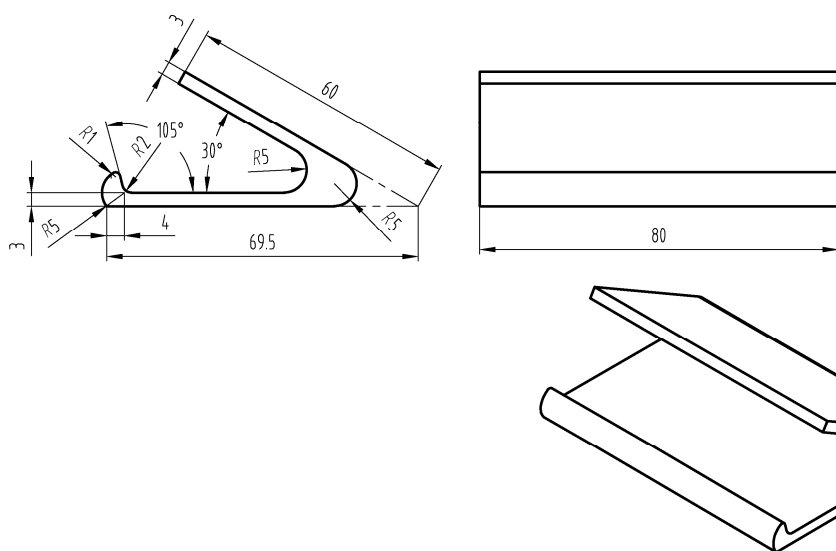

图 3-1-20 手机支架零件图
4. 根据所给手机支架零件图, 如图 3-1-20 所示, 使用 3D One Plus 软件建模, 并打印手机支架实物。